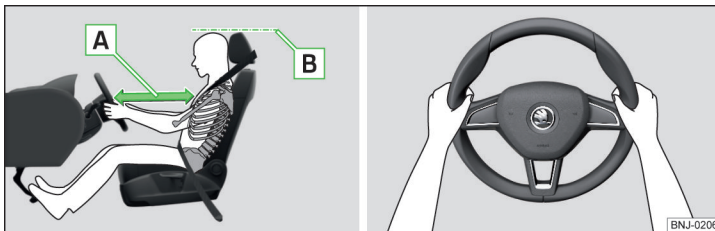

Abb. 1 Richtige Sitzposition des Fahrers / Richtige Lenkradhaltung
- ✓ Das Lenkrad so einstellen, dass der Abstand **A** zwischen Lenkrad und Brustbein mindestens 25 cm beträgt » Abb. 1.
- ✓ Die Kopfstütze so einstellen, dass die Oberkante der Kopfstütze sich möglichst auf einer Höhe mit dem oberen Teil Ihres Kopfes befindet **B** » Abb. 1 (gilt nicht für Sitze mit integrierter Kopfstütze).
- Während der Fahrt das Lenkrad mit beiden Händen seitlich am äußeren Rand in der „9-Uhr“- und „3-Uhr“-Position festhalten » Abb. 1. Niemals das Lenkrad in der „12-Uhr“-Position oder in einer anderen Art und Weise festhalten (z. B. in der Lenkradmitte, am inneren Lenkradrand u. Ä.). Beim Auslösen des Fahrer-Airbags könnte man sich schwere Verletzungen an Armen, Händen und Kopf zuziehen.
- ✓ Die Kopfstütze so einstellen, dass die Oberkante der Kopfstütze sich möglichst auf einer Höhe mit dem oberen Teil Ihres Kopfes befindet **B** » Abb. 1 auf Seite 9 (gilt nicht für Sitze mit integrierter Kopfstütze).
- ✓ Die Kopfstütze so einstellen, dass die Oberkante der Kopfstütze sich möglichst auf einer Höhe mit dem oberen Teil des Kopfes befindet **[B]** » **Abb. 1 auf Seite 9**.